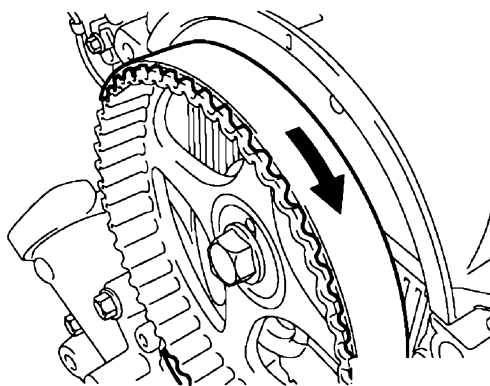

图 28-20 标记正时带转动方向
1) 如果要继续使用正时带，拆卸前要先标记清楚正时带的转动方向，如图 28-20 所示，